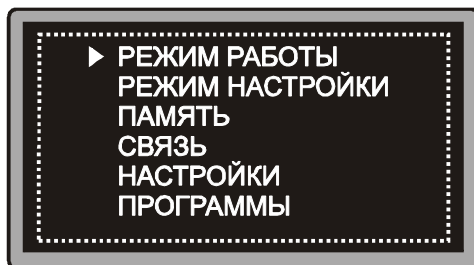

Рис. 6.1 Основное меню дефектоскопа
**6.1.1.2** Для вызова основного меню дефектоскопа однократно нажать кнопку "✂" (рис. 6.1).